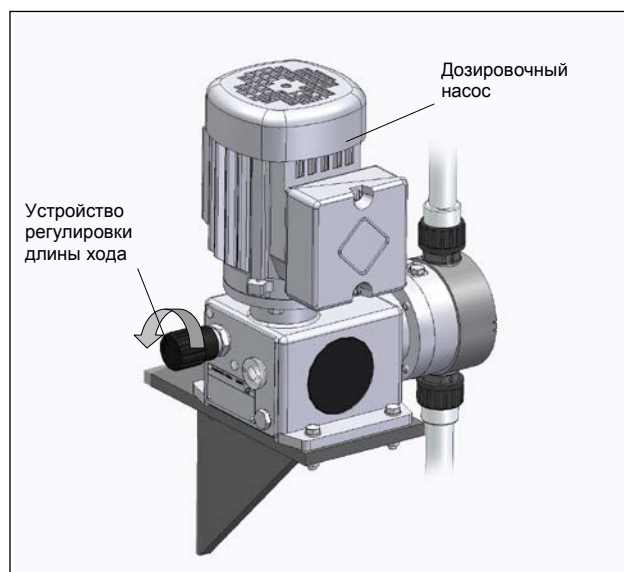

Рис. 19
- Включить насос / установку; Медленно повышать транспортируемый насосом поток путем регулировки частоты и длины хода насоса до максимума (см. рис. 19).